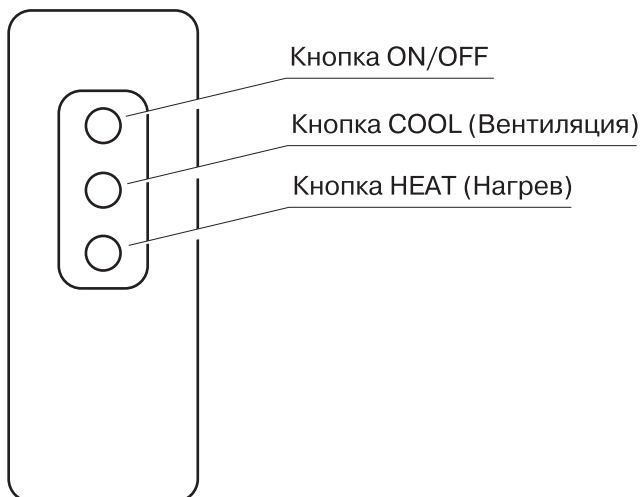
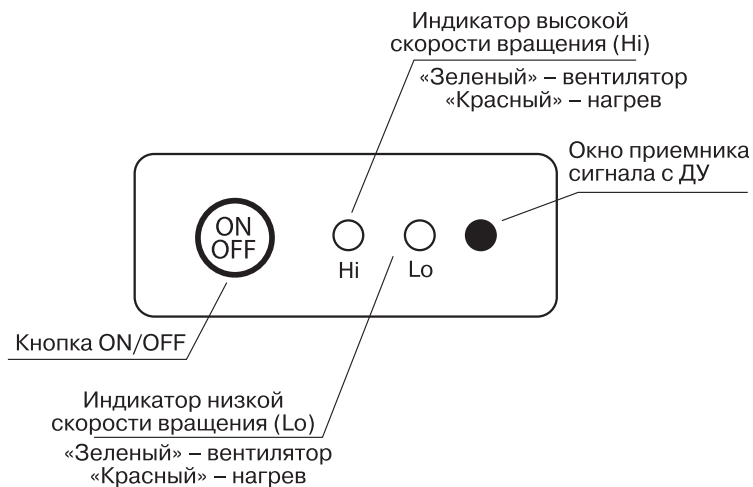

Рис. 2 – Инфракрасный дистанционный пульт управления
Рис. 3 – Панель управления на занесе
5.2 Занеса управляется при помощи инфракрасного дистанционного пульта управления (рис.2) или же при помощи кнопки ON/OFF на панели занесы (Рис. 3).
### 5.4 Управление кнопкой ON/OFF на панели завесы (см. рис.3)